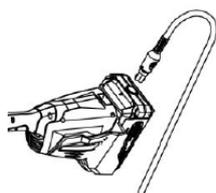

Fig.6
3. Conectar/desconectar la batería con la herramienta a través del cable conector (Fig. 6).